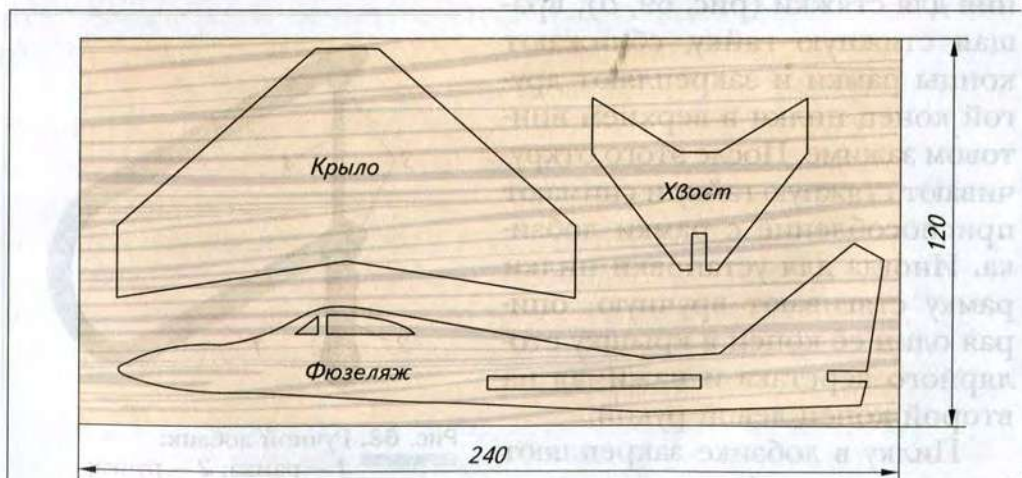

Рис. 71. Модель самолёта из фанеры
2. Выбери заготовку из фанеры для изделия: модель самолёта (рис. 71), подвеска для отрывного календаря (см. Приложение, рис. 174, а), игра «Набрось кольцо на нос» (см. Приложение, рис. 174, б) или другого задуманного тобой изделия; зачисти поверхность мелкозернистой шкуркой.